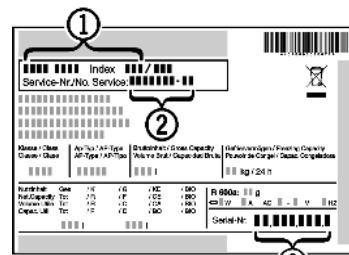

Fig. 11
- ▶ Наименование устройства Fig. 11 (1), сервисный № Fig. 11 (2) и серийный № Fig. 11 (3) считайте с заводской таблички. Заводская табличка находится внутри устройства слева.
- ▶ Обратитесь в сервисную службу и сообщите вид неисправности, наименование устройства *Fig. 11 (1)*, сервисный № *Fig. 11 (2)* и серийный № *Fig. 11 (3)*.